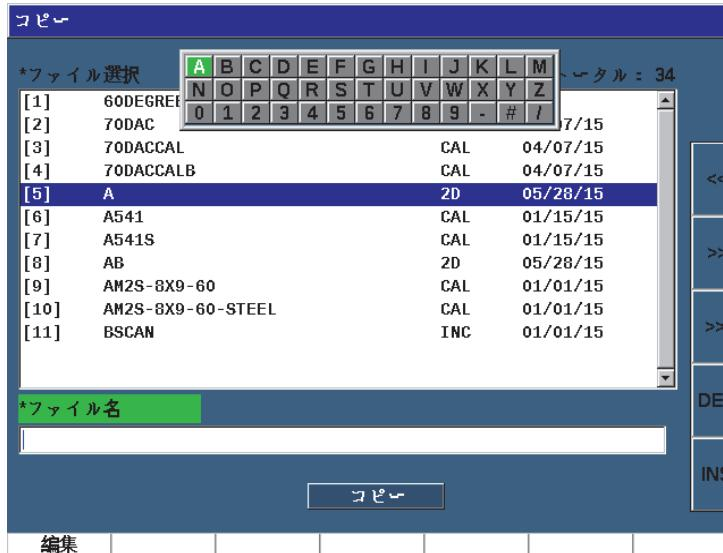

図 10-23 コピー設定ページ
1. 管理 > コピー（グループ 5/5）を選択し、コピーページを表示します（230 ページの図 10-23 参照）。